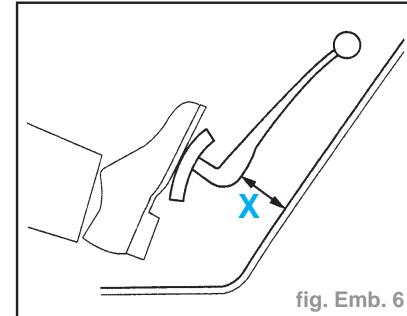

fig. Emb. 6
- Vis (6) **2**
- Vis (7) **2**
- Refermer la vis de purge (5).
- Vérifier qu'un début de friction du mécanisme d'embrayage apparaît à une cote X supérieure ou égale à 35 mm (la cote X est donnée à titre indicatif) (fig. Emb. 6).